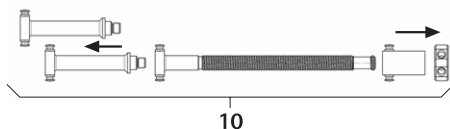

Рис. 6
- Демонтировать шпиндельный дистрактор 10, см. Рис. 6.